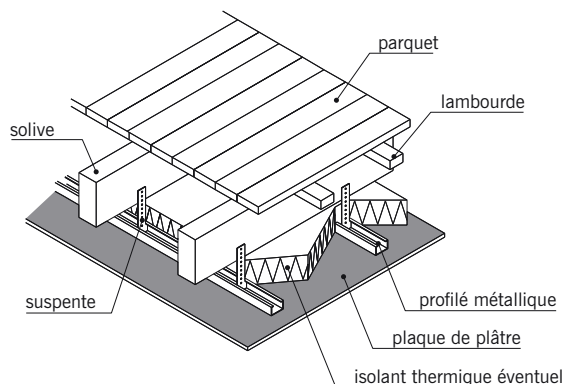

fig. 9.4
- Le **plafond en plaques de plâtre** : ce type de plafond est très employé dans les maisons individuelles où il sépare les combles perdus de la partie habitable. Il comprend habituellement une ossature constituée de profilés en acier galvanisé (accrochés au plancher par des *suspentes*) et des plaques de plâtre jointives vissées sur l'ossature. Un matelas de laine de verre au-dessus du faux-plafond assure l'isolation thermique (fig. 9.4 et 9.5).